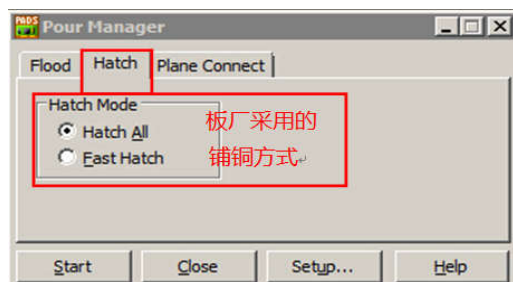
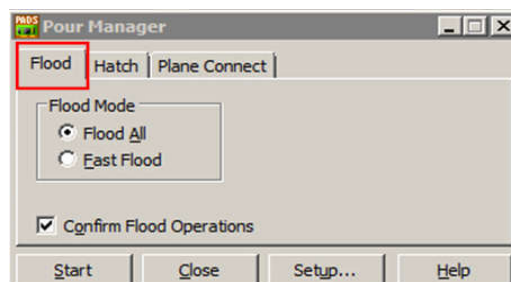

图 5 PADS 文件板厂采用 Hatch 铺铜方式
图 6 设计有修改时请用 Flood 铺铜并保存
5. PADS 文件我们采用的是还原铺铜 (HATCH), 如图 5 所示。在设计过程中, 当有修改时, 请一定要记得用 Flood 铺铜 (如图 6 所示) 并保存。在发资料给板厂之前, 先用 Hatch 铺铜方式检查一遍。